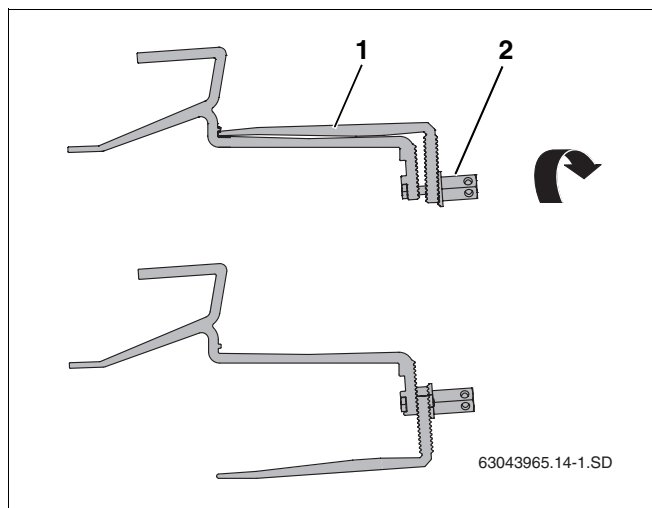

Рис. 12 Поворачивание нижней части кровельных крюков
- Открутить высокую гайку (рис. 12, **поз. 2**) на кровельном крюке и перевести его нижнюю часть (рис. 12, **поз. 1**) в правильное положение.